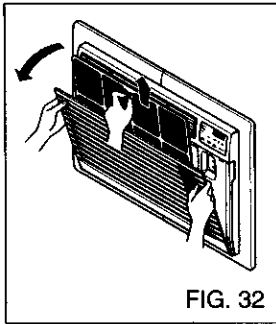

FIG. 32
- Empuje la rejilla de entrada hacia delante y saque el filtro de aire. (FIG. 32)